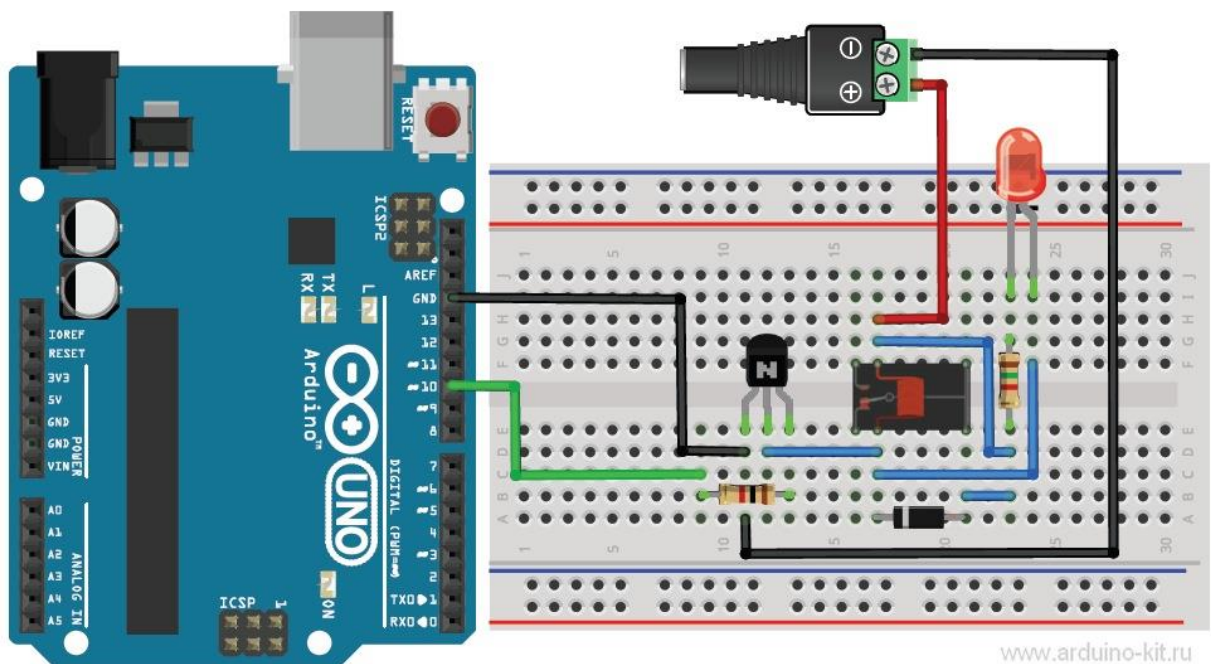

Рис. 12.3 Схема подключения
Для включения реле, подключенного по схеме с ОЭ, на вывод Arduino необходимо подать 1, для выключения – 0. Подключим реле к плате Arduino по схеме на рис. 12.3 и напишем скетч управления реле. Каждые 5 секунд реле будет переключаться (включаться/выключаться). При переключении реле раздается характерный щелчок.
1. Подключаем элементы к плате Arduino по схеме на рис. 12.3.
3. Каждые 5 секунд происходит щелчок переключения реле если подключить контакты реле, например в разрыв подключенной к сети 220 В патрона с лампой накаливания, то увидим процесс включения/выключения лампы накаливания раз в 5 секунд (рис. 12.3).